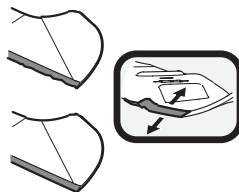

Figura 51
1. Para afilar las cuchillas de corte de forma adecuada, extraiga cantidades iguales de metal de ambos extremos de las cuchillas a lo largo de los bordes cortantes, de forma paralela al borde de caída, a un ángulo de 25° a 30°. Afíle siempre cada borde de las cuchillas de corte de forma pareja para mantener un centrado adecuado entre las mismas (Figura 51).